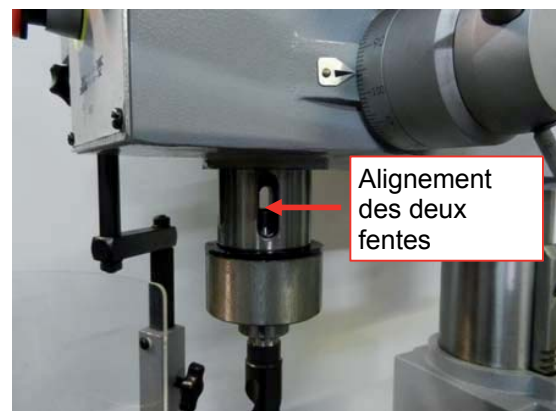

Figure 19
5. Tournez la broche jusqu'à ce que la fente de la clé de mandrin interne soit alignée avec la fente externe, comme indiqué dans la (Figure 19). Vous pouvez voir à travers la broche lorsque la fente est correctement alignée.